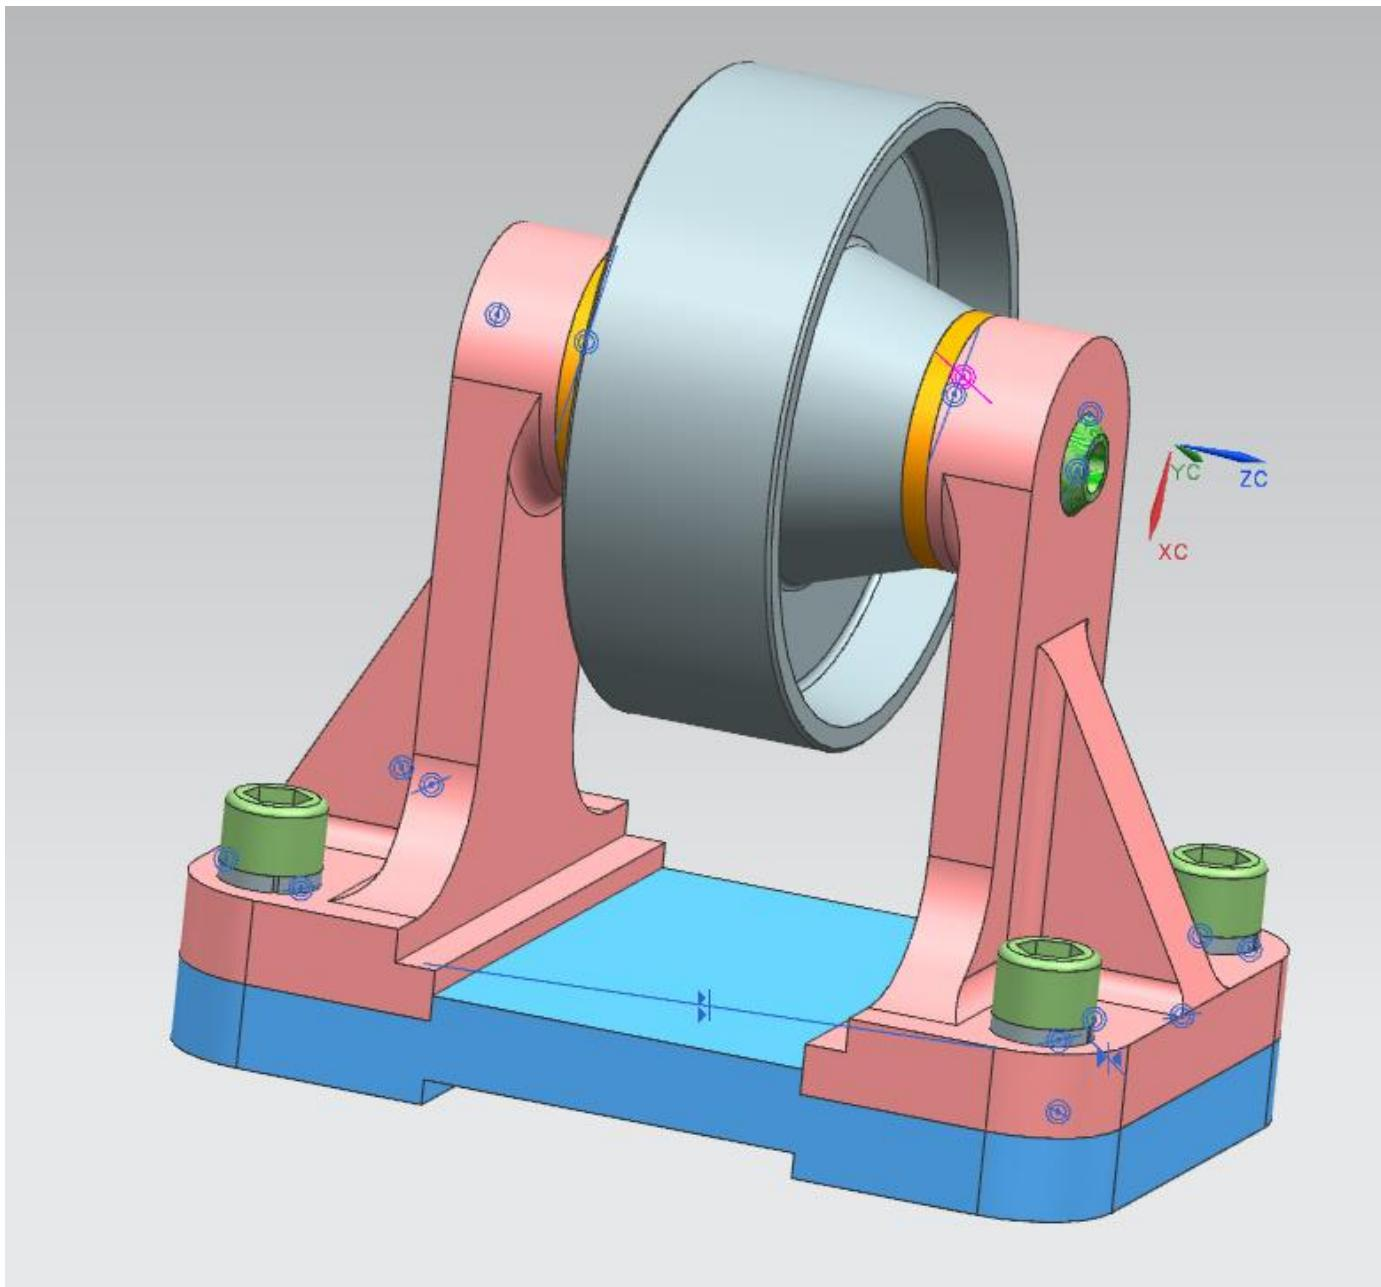

Рисунок 59 – Результат сборки
10. В режиме модуля «Сборка» выполнить сборку компонентов, раскрасить компоненты в разные цвета (см. Рисунок 59).